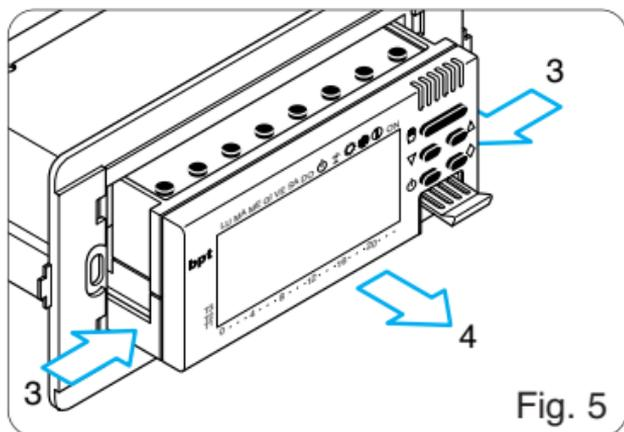

Fig. 5
- Sollevare la linguetta L ed estrarre il corpo dell'apparecchio dal telaio fino all'arresto (fig. 4) e quindi, premendo sulle due alette laterali in corrispondenza del simbolo  (fig. 5), estrarlo completamente.